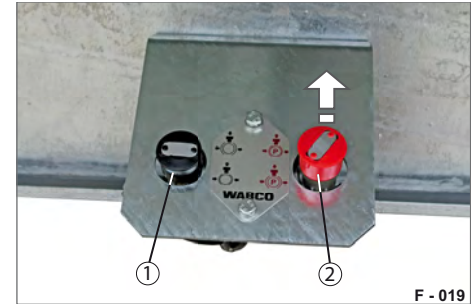

Abb. 18 Bedienkonsole ohne Hub- / Senkanlage
► Ziehen Sie die Federspeicher-Feststellbremse (Abb. 18/2).
► Drücken Sie Federspeicher-Feststellbremse (Abb. 18/2).